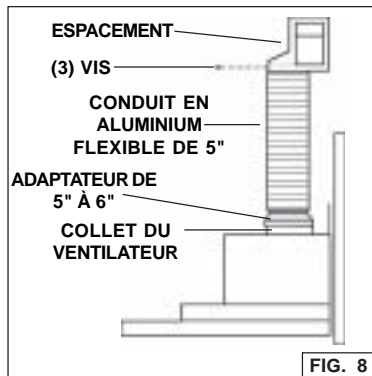

FIG. 8
2. Ne comptez pas le collet de refoulement ni le registre fournis avec la hotte. Installez l'adaptateur de 5" à 6" fourni avec le kit de recirculation non caréné. (Fig. 8)
3. Fixez le conduit en aluminium flexible à l'adaptateur de 5". Obstruez toutes les sections à l'aide du ruban du conduit. (Fig. 8)
4. Assemblez l'espacement de recirculation au conduit flexible. (Fig. 8).
5. Pour créer un espacement de recirculation, percez trois (3) trous de 1/16" de diamètre et situés à égale distance les uns des autres sur le conduit et le connecteur du conduit. (Fig. 8)
6. Fixez le conduit au connecteur de l'espacement au moyen de trois (3) vis à tête. Bouchez toutes les sections à l'aide du ruban du conduit. (Fig. 8)